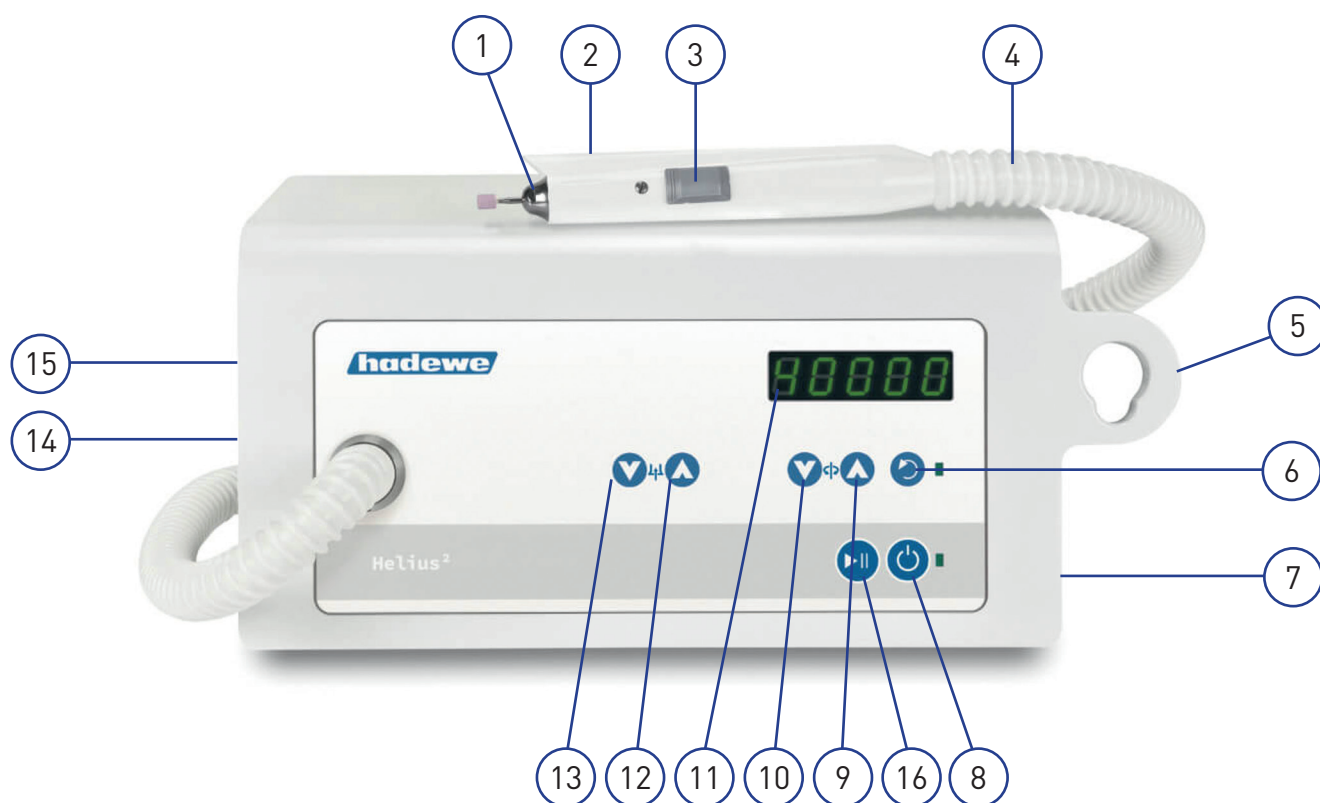

Рисунок 1 – Общий вид аппарата
В комплект входят два ключа для обслуживания наконечника, которыми можно воспользоваться самостоятельно, без обращения в сервисный центр. Накиньте ключ на металлический носик наконечника (1) (рис.1) и откручивайте его против часовой стрелки. Открутив, смахните скопившуюся пыль кисточкой. Далее возьмите второй ключ, зафиксируйте его в пазы, как показано на рисунке справа и первым ключом выкрутите зажимной механизм.